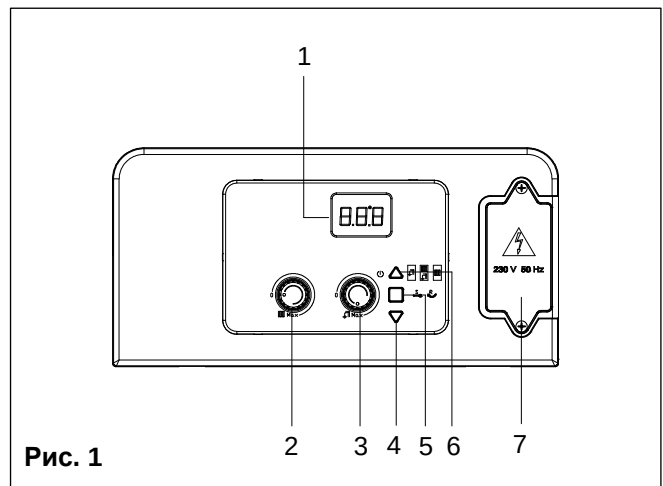

Рис. 1
- b. Разместите 4 резистора на подающем и обратном трубопроводах системы центрального отопления и на трубопроводах бытового холодного и горячего водоснабжения (за исключением газопровода) (см. рис. 1).
- d. Подсоедините термостат к подающему трубопроводу системы центрального отопления с помощью предоставленного зажима (см. рис. 1).
- e. Руководствуясь инструкцией по электропроводке, подсоедините силовые кабели к клеммной колодке, расположенной на панели управления (см. рис. 1).
- **Затем автоматическая система розжига включит горелку. Эта операция повторяется 2 раза (каждые 20 секунд) при неудачной попытке розжига котла.** Однако, может потребоваться повторить операцию, чтобы удалить весь воздух из труб. Для повторения этой операции подождите примерно пять секунд перед повторной попыткой розжига котла. Для сброса котла выключите переключатель 5 «R – RESET (СБРОС)» (рис. 1), включите его снова и повторите процедуру розжига.